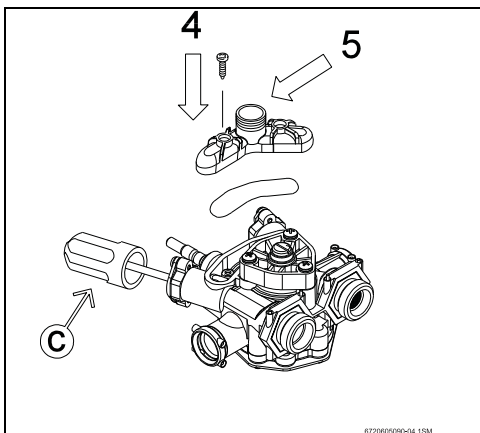

Fig. 4
- ▶ Monter la pièce de sortie de l'eau et le joint avec les vis ci-jointes, veiller à la bonne position du joint (voir pos. 4, Fig. 4).
- ▶ Monter la garniture de baignoire ou le bec verseur sur la pièce de sortie de l'eau (voir pos. 5, Fig. 4).
- ▶ Monter la calandre. Monter à gauche la manette du robinet d'eau chaude et à droite la manette du robinet d'eau froide (voir pos. C, Fig. 4).